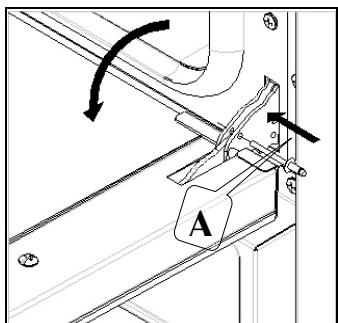

Fig. 1
- In filer les épine en dotation dans les trous "A" qui sont présent sur le deux charnière (Fig.1);